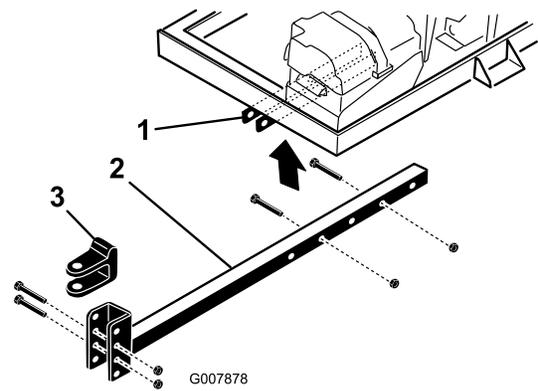

Figure 4
2. Insérez le tube d'attelage dans les supports du cadre (Figure 4). Fixez le tube au cadre avec 2 boulons ( $\frac{3}{8}$ " x 3") et écrous à embase ( $\frac{3}{8}$ ") serrés à 40 N·m.
- Enlevez les boulons et les contre-écrous qui fixent la chape d'attelage (Figure 4) au tube d'attelage.
- Retirez les boulons et écrous qui fixent le tube d'attelage aux supports du cadre (Figure 4).